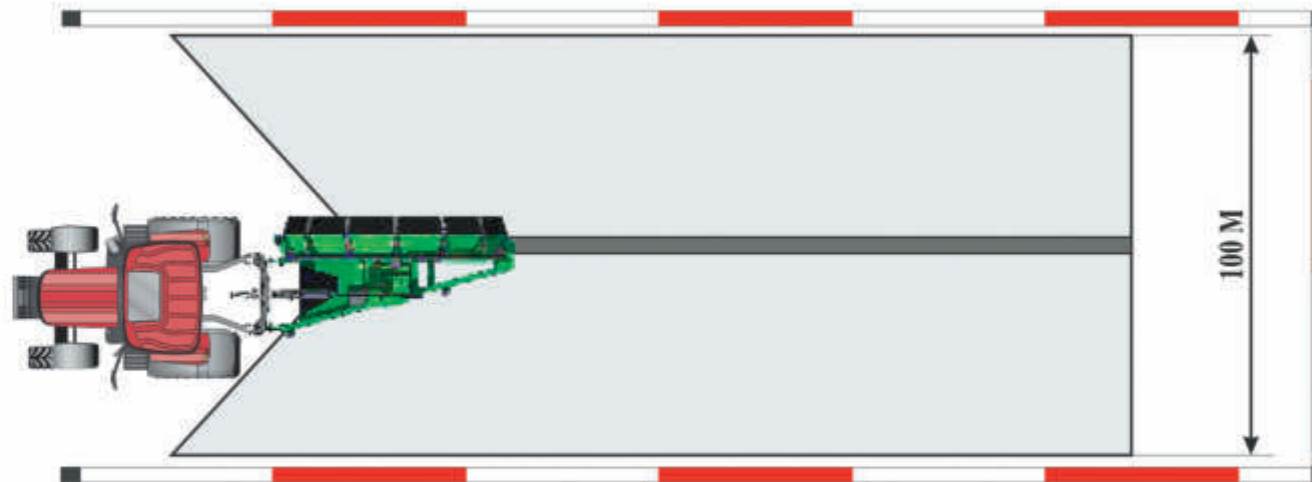

Fig.6
- a- delimitare con paletti e nastro segnaletico bianco-rosso l'intero spazio di lavoro considerando una distanza minima di 50 metri dal punto di scavo in ogni direzione, come indicato in **fig. 6**, oppure
- a- delimit the entire work area with posts and warning tape considering a minimal distance of 50 metres in each direction from the area being excavated, as shown in **fig. 6**, otherwise
- a- mit Pflocken und rot-weißem Signalisierungsband den gesamten Arbeitsbereich eingrenzen, wobei in alle Richtungen ein Abstand von 50 Metern vom Aushubbereich eingehalten werden muss, siehe **Abb. 6**, oder